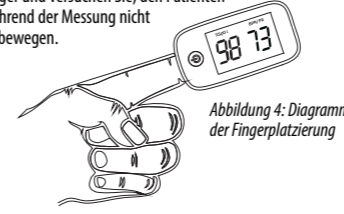

Abbildung 4: Diagramm der Fingerplatzierung
A. Der Benutzer sollte den Finger vollständig in die Sonde einführen. B. Es wird empfohlen, dass das LED-Licht direkt auf den Nagel scheint (Abbildung 4). C. Schütteln Sie nicht den Finger und versuchen Sie, den Patienten während der Messung nicht zu bewegen.